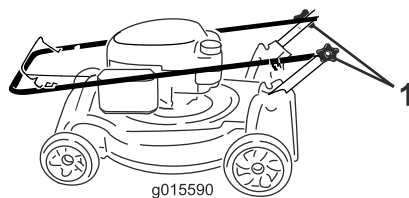

Figura 3
1. Allentate le manopole della stegola (Figura 3).
3. Serrate saldamente le manopole della stegola a mano (Figura 3).